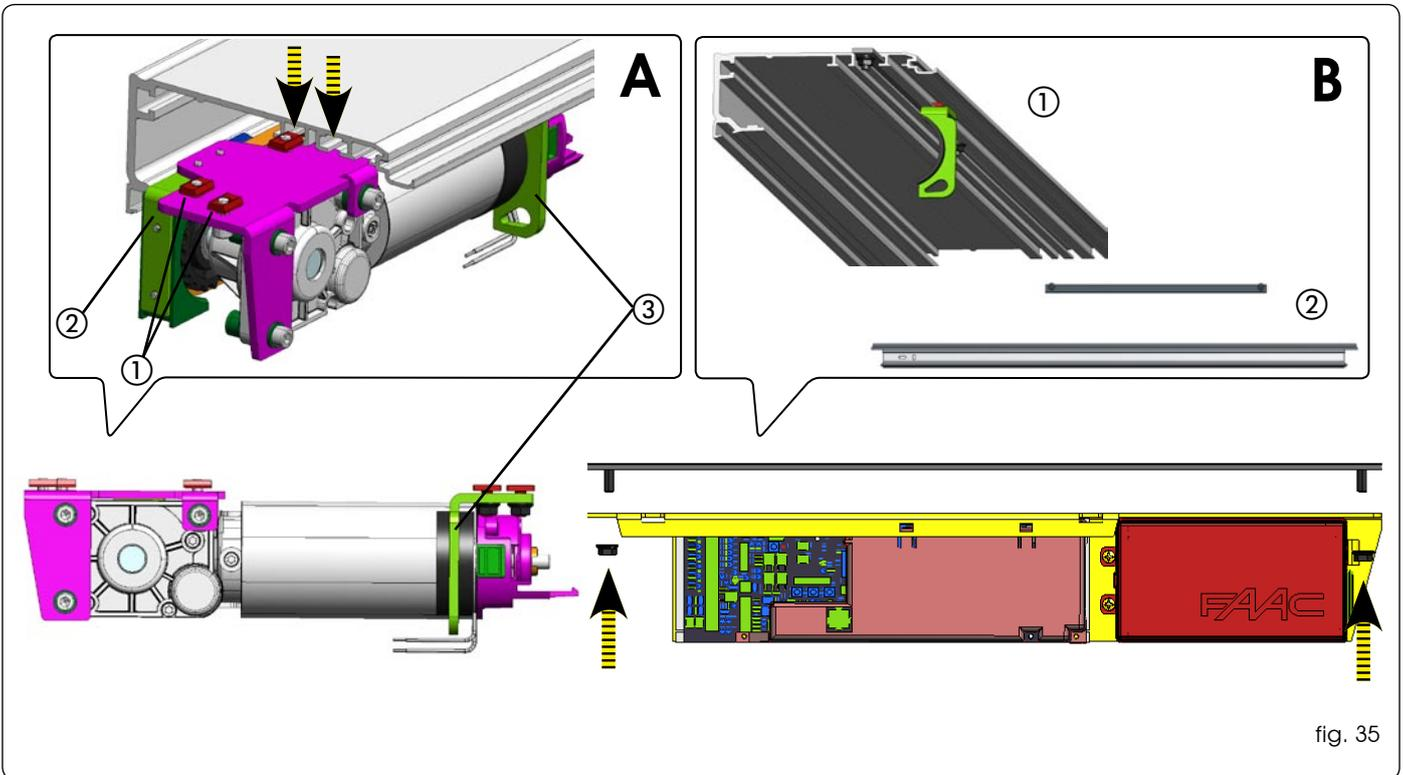

fig. 35
Inserire il modulo elettronico e fissarlo con i due bulloni dell'asta con tiranti. (fig.35 B ① ②)
Inserire 3 piastrini lateralmente al profilo e montare il motore con le 3 viti al profilo di sostegno (fig.35 A ①).
Sulla staffa motore è stata prevista una sagoma con funzione anti-sollevamento cinghia (fig.35 A ②)